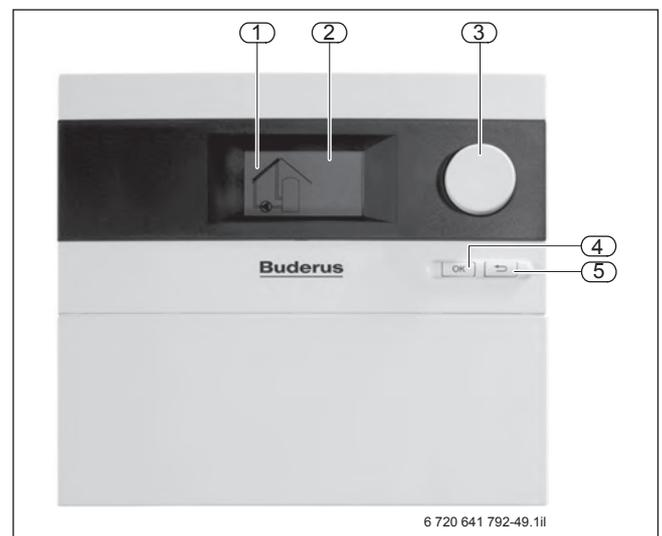

Bild 90 Logamatic SC20/2
- Beleuchtetes LCD-Segmentdisplay mit animiertem Anlagenpiktogramm. Mit dem Drehschalter (→ Bild 90, [3]) können im Automatikbetrieb verschiedene Solaranlagenwerte (Temperaturen, Betriebsstunden, Pumpenstatus) aufgerufen werden. Die Temperaturwerte werden dabei über Positionsnummern im Piktogramm zugeordnet.